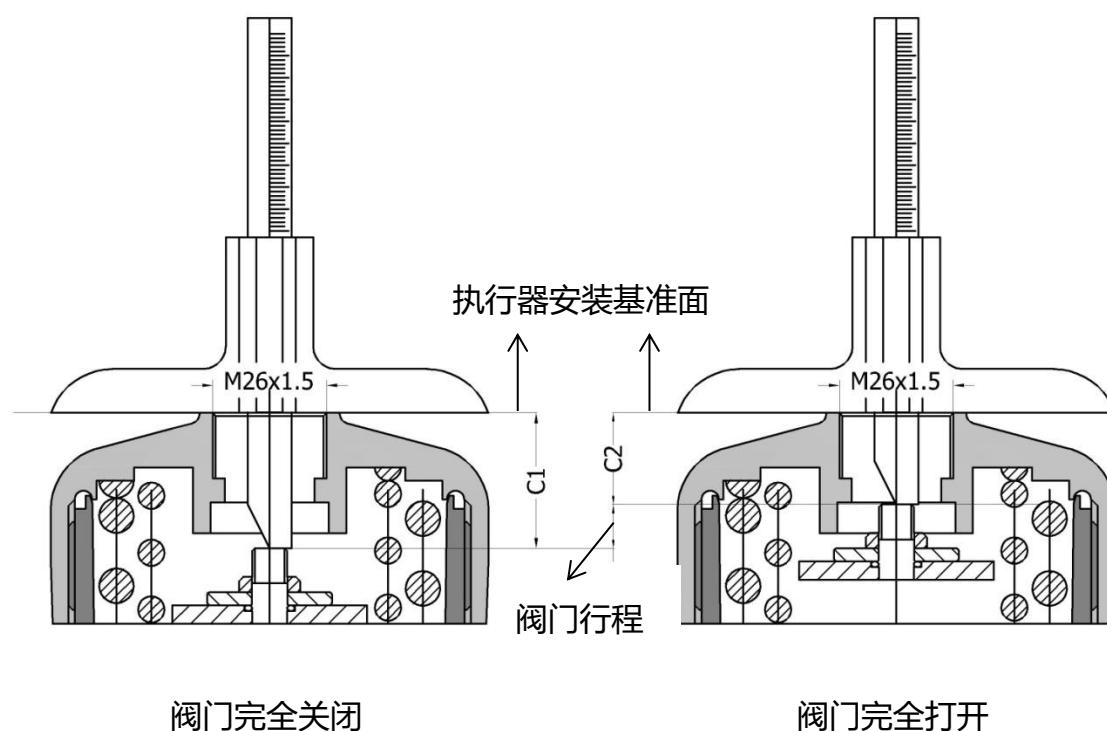

图5. 执行器测量
2. 阀门处于完全关闭和完全打开状态时,用**深度尺**分别测量执行器阀杆顶端到执行器顶部安装基准面的距离 C1 值和 C2 值 (图 5 中标注所示),并记录。